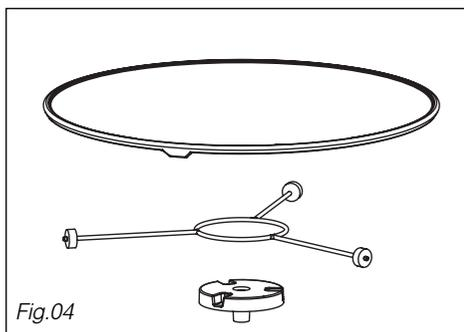

Fig.04
• **L'entraîneur** : permet au plateau verre de tourner (Fig.04).